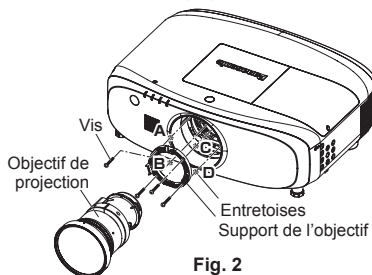

Fig. 2
- 5) Insérez les entretoises entre la partie principale du projecteur et le support de l'objectif, comme indiqué sur la Fig. 2.